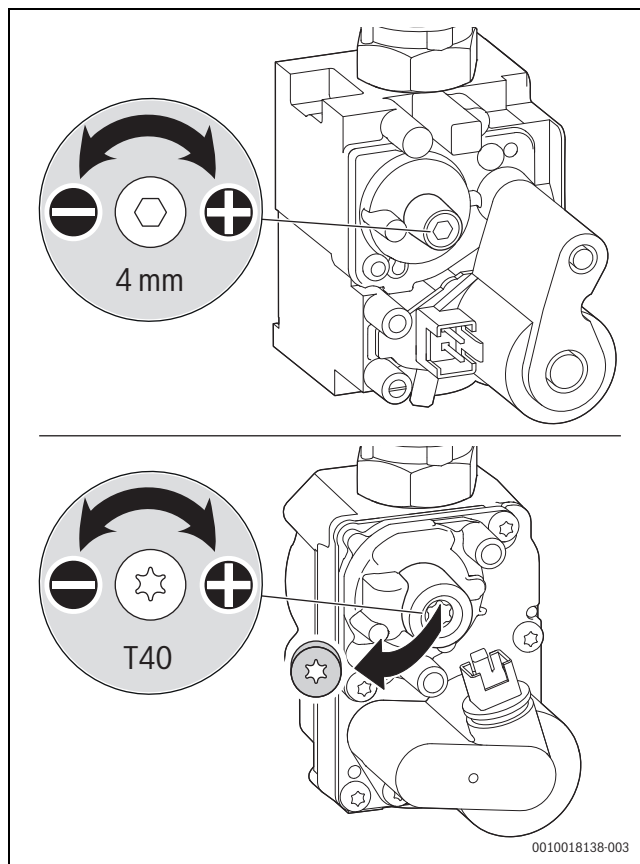

Fig. 30 Régler la teneur en CO₂ ou en O₂
- ▶ Retirer le scellé sur la vis de réglage du bloc gaz (bloc gaz en bas uniquement dans la fig. 30) et régler la teneur en CO₂ ou en O₂ pour une puissance thermique nominale minimale.